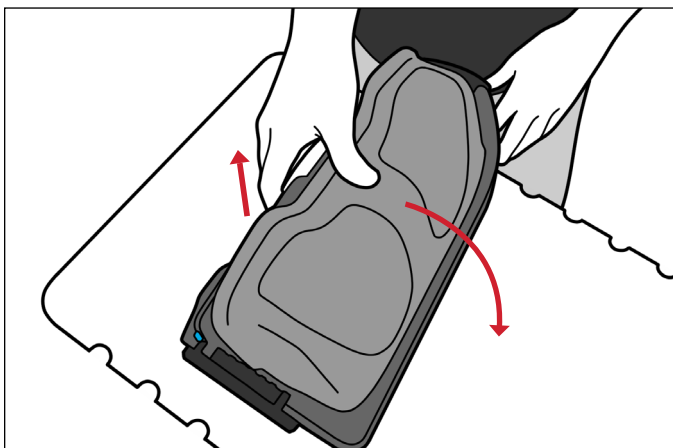

Abb. 15
2. Stellen Sie den Winkel der Fußstütze ein, indem Sie den weißen Auslöser an der Rückseite des Fußes drücken und ihn in den gewünschten Winkel neigen (Abb. 15).